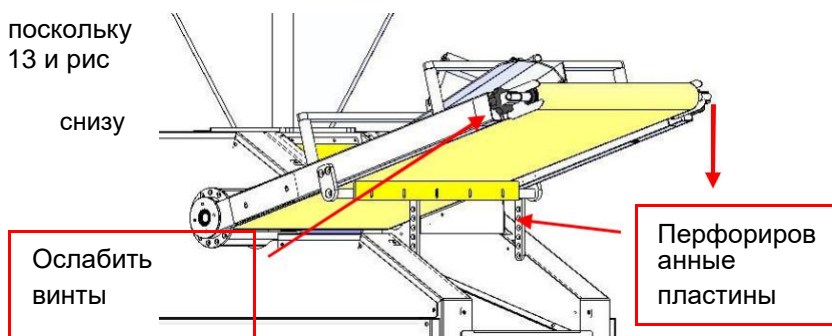

Рисунок 13: Регулировка высоты конвейера
1. Отрегулируйте высоту с конвейера, поскольку есть более удобный угол работы (рис. 13 и рис 14):